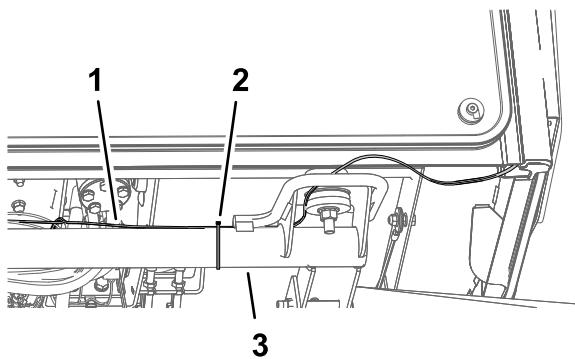

**Figura 23**
6. Retire las fijaciones de la luz (Figura 22 o Figura 23).
7. Deseche el soporte y las fijaciones existentes indicadas en la Figura 22 y la Figura 23.
8. Instale el soporte nuevo con las fijaciones de la luz (Figura 22 y Figura 23).
9. Instale las luces en la máquina, como se muestra en la Figura 22 y la Figura 23.
10. Instale el arnés corto en la parte trasera de la luz (Figura 22 o Figura 23).